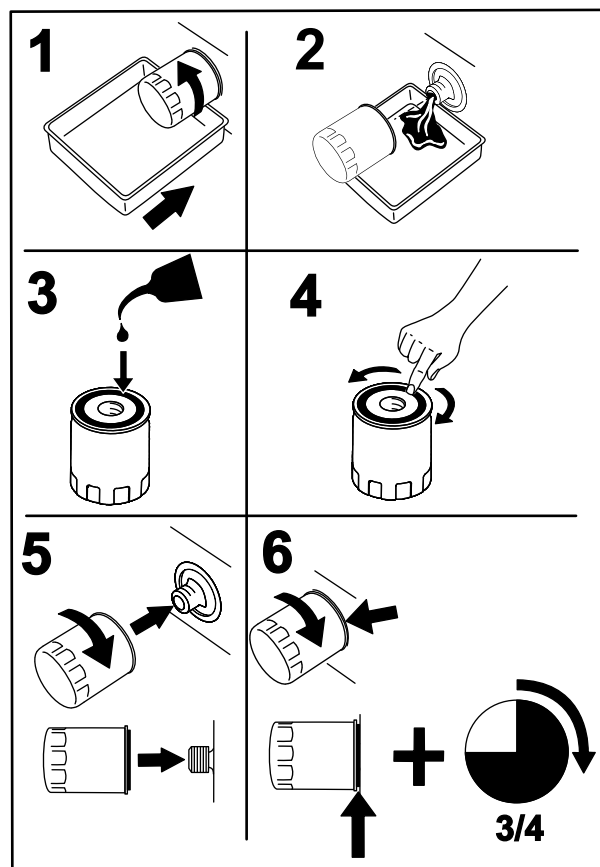

Figura 71
8. Collocate una bacinella di spurgo sotto il filtro del collettore (Figura 71).